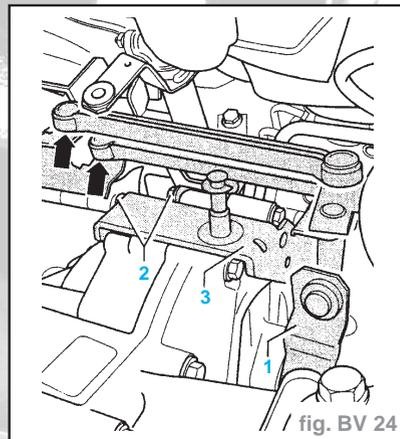

fig. BV 24
- Soulever ensuite les deux biellettes de sélection en faisant lever (flèches) (fig. BV 24).